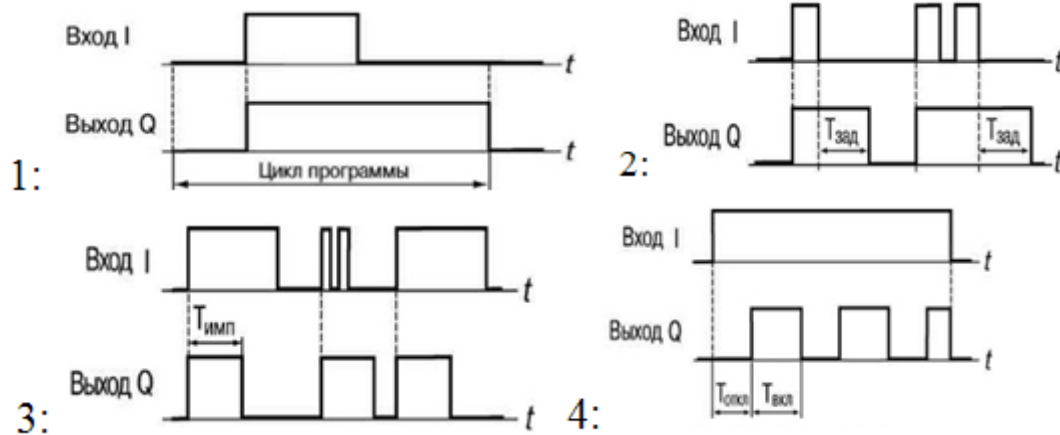

**Рисунок 1 – Транспортер корнеклубнеплодов**
*Питатель-транспортёр корне клубнеплодов ТК-5Б* (рис. 1) предназначен для приема, хранения и дозированной подачи корне клубнеплодов из бункеров-хранилищ в измельчители ИКС-5М, ИКМ-5. В комплектацию ТК-5Б входят два горизонтальных шнека-питателя 1 с приводной станцией, и скребковый транспортёр 2. Каждый шнек-питатель устанавливают в нижней части завального бункера. В один бункер загружают картофель, в другой — свеклу. Шнеки-питатели включаются в работу только поочередно. Это достигается тем, что муфта привода передачи вращения для одного шнека включается при левом вращении, для другого - при правом. При пуске первым включают скребковый транспортёр, а затем один из шнеков-питателей. Останавливают механизм в обратной последовательности.